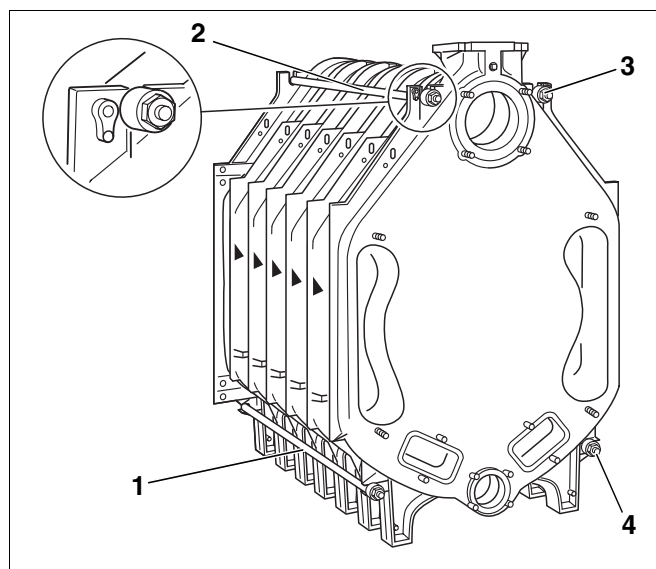

Abb. 22 Ankerstangen montieren
- Ankerstangen mit den aufgesetzten Federpaketen links und rechts, oben und unten neben den Naben des Kessels in die Gussnocken einsetzen (Abb. 22, Pos. 1 bis 4).